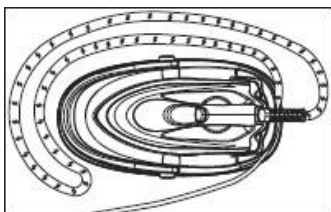
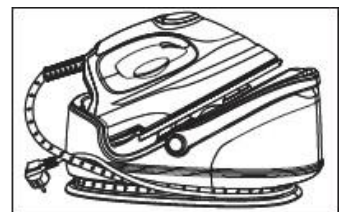

Fig.11
Fig.14
3. Coloque la plancha en la unidad base, recoja la manguera de suministro y enróllela hacia la derecha alrededor de las ranuras del cable de la unidad base. Ate el cable de alimentación y la manguera de suministro juntos, luego enrrolle el cable de energía hacia la derecha alrededor de las ranuras del cordón de la unidad base, y bloquear el cable con la manguera de suministro. (Fig. 11 - Fig. 14)